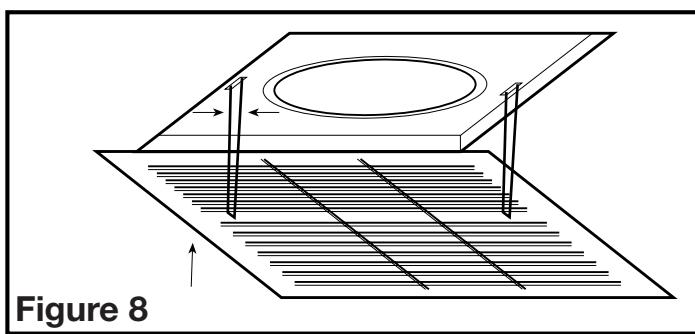

Figure 8
- Installer la grille en pressant les deux extrémités des ressorts ensemble et en les installant dans les fentes du venturi du ventilateur. Pousser la grille en position (**Figure 8**).